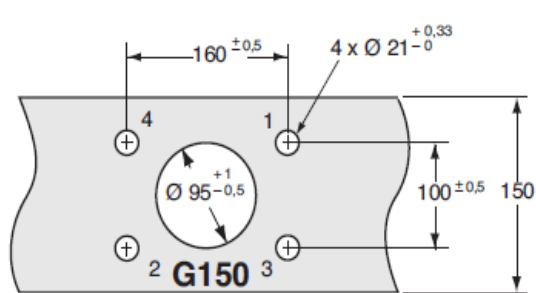

Fig 2
- Assembler le palier (rep. 13) à l'intérieur de la traverse selon plan de perçage page 3 (Fig. 2) en utilisant la visserie fournie.
- Pré-serrer les vis à 15 m. daN dans l'ordre des repères indiqués (Fig. 2).